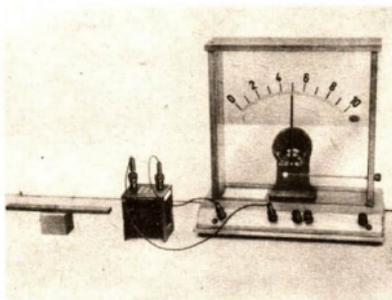

Bild 36/2 Die Bewegung einer Leiterschleife im Magnetfeld eines Hufeisenmagnetes liefert eine elektrische Spannung
**V** Wir bewegen in einer Anordnung nach Bild 36/2 eine Leiterschleife in einem Magnetfeld schnell hin und her. Der Spannungsmesser zeigt durch wechselnde Ausschläge nach beiden Seiten kleine Spannungen an. Deutlicher sind diese Spannungen mit einem Spiegelgalvanometer nachzuweisen.